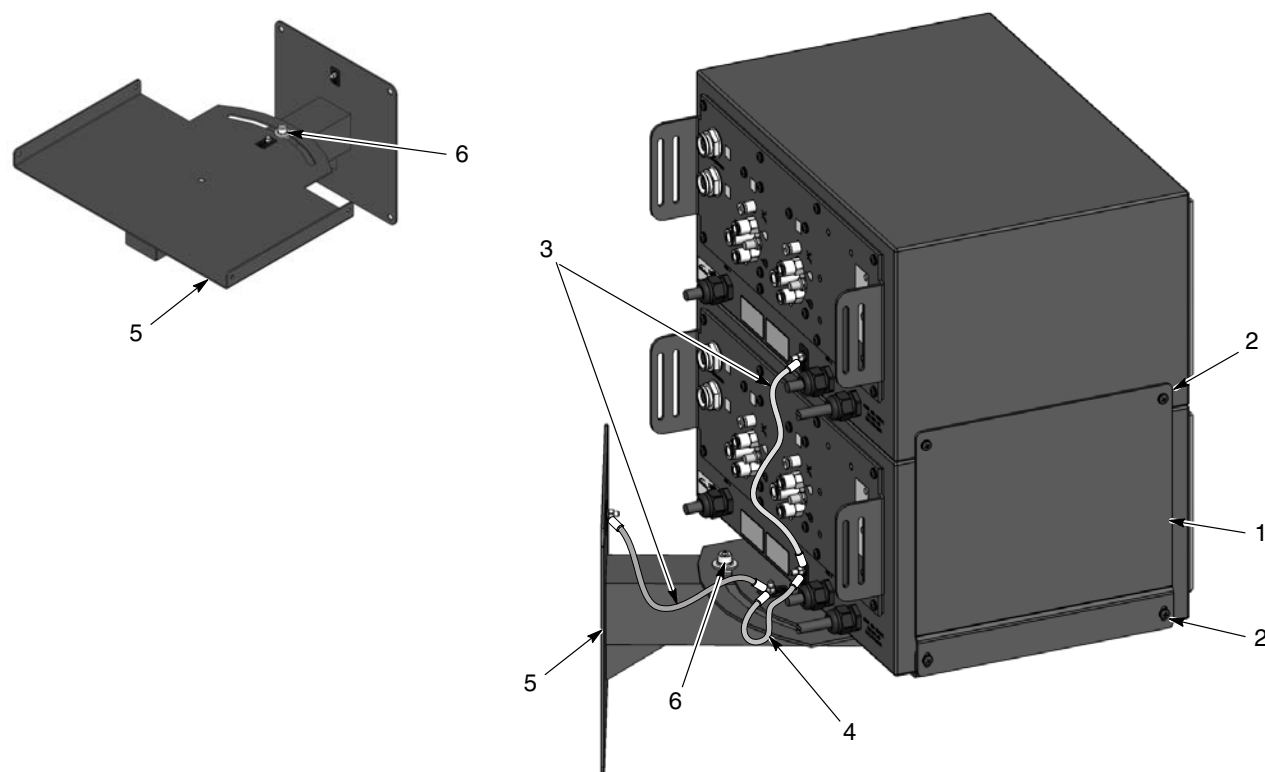

Bild 3-3 Montage av styrenhet för två pistoler med tillvalet väggfäste
1. Se bild 3-3. Montera väggfästet (5) på en vertikal yta, med tillräcklig bärighet för vikten av styrenheten (enheterna) och väggfästet. Använd lämpliga fästelement.
3. Om man endast monterar en styrenhet, fäst den i brickans gavlar med fyra M5 x 12 kullriga skruvar (2).
4. Om man monterar två styrenheter, använd fyra M5 x 12 kullriga skruvar (2) för att fästa ändarna med de avlånga hålen på sammankopplingsplåtarna (1) och styrenheten på brickan. Drag inte i skruvarna.
6. Använd en 12-tums jordkabel (3) för att jorda den övre styrenheten i den nedre styrenheten. Använd en 4-tums jordkabel (4) för att jorda den nedre styrenheten i väggfästet. Använd en annan 12-tums jordkabel för att koppla samman brickan med montageplåten.
7. Lossa brickans stoppskruv för vridning (6) för att kunna vrida brickan till önskat läge, drag därefter åt bulten.